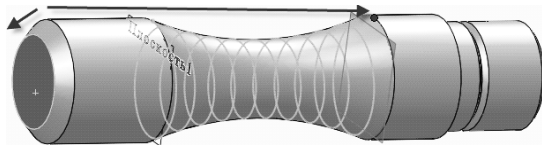

Рисунок 4.8
17. Знову виділяємо ту саму грань і назначаємо площину в кінцеву точку спірального контуру (рис. 4.8).